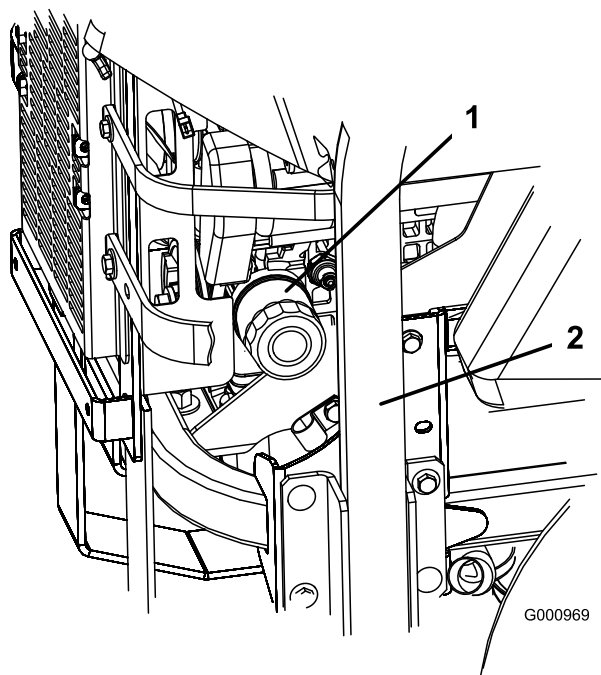
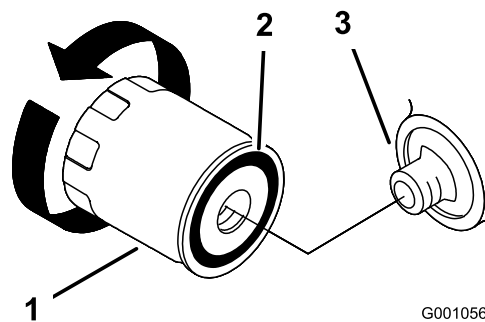

Figura 52
Figura 53
2. Girate il filtro in senso antiorario e toglietelo (Figura 52 e Figura 53).